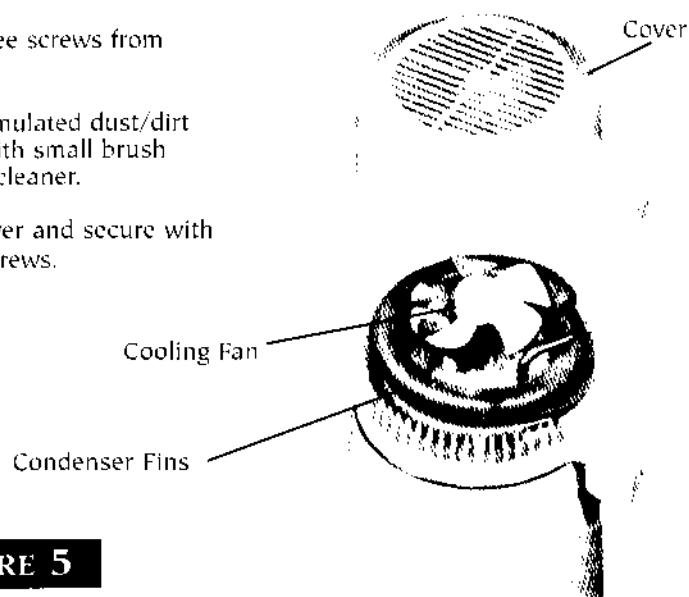

FIGURE 5
- E. Condenser fins dirty (fig. 5).
- B. Condenser fins dirty (fig. 5).